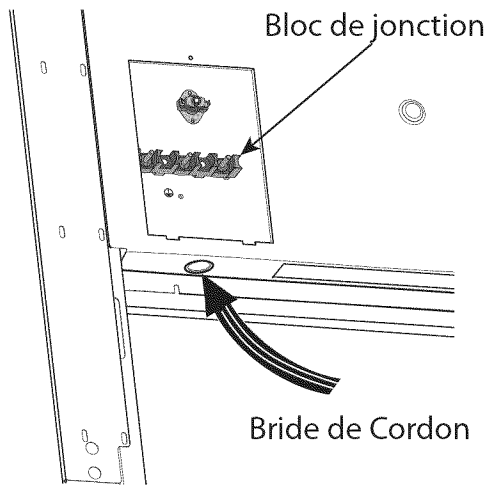

Figure 13 : Emplacement de la bride de cordon
1. Repérez le bloc de jonction à l'arrière de l'appareil et enlevez le couvercle (voir la *Figure 13*).
3. Installez une bride de cordon (non fournie avec la cuisinière) dans le trou de 1 po (25,4 mm) de diamètre situé sous le bloc de jonction, dans le panneau arrière (voir *Figure 13*). Faites passer les fils par la bride de cordon.